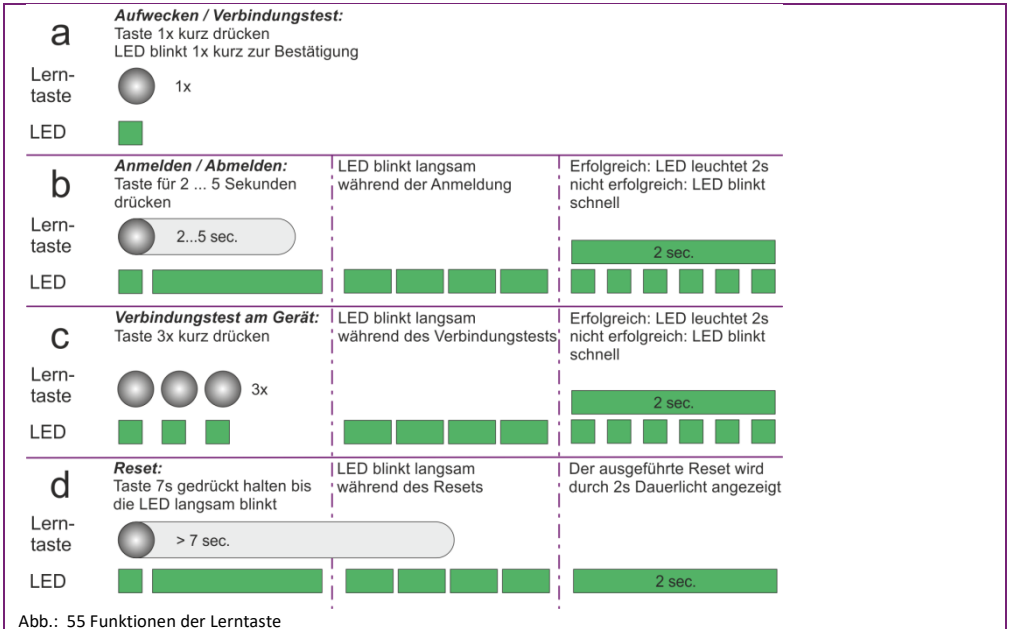

Abb.: 55 Funktionen der Lern-taste
Mit dem Reset wird das Gerät auf die Werkseinstellung zurückgesetzt. Drücken Sie hierfür die Lern-taste (5) für 7 Sek. bis die LED blinkt (Siehe auch Abb. 55: Funktionen der Lern-taste", Zeile "d").